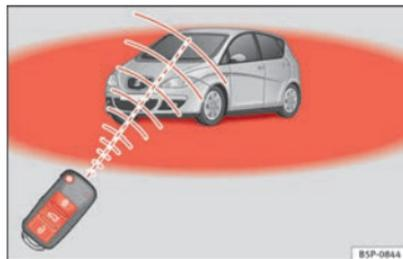

Fig. 60 Périmètre d'action de la radiocommande.
- La radiocommande fonctionne uniquement lorsque vous vous trouvez dans le périmètre d'action ⇒ fig. 60 (zone rouge).